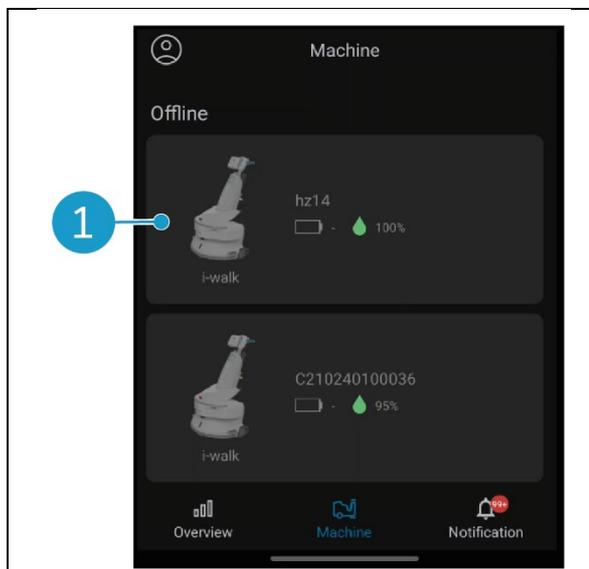

Figura 31
- Tocar em qualquer máquina (Figura 31, pos. 1) para abrir o menu dessa máquina.